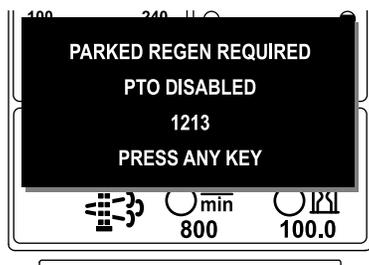

図 48
- 時間以内に駐車再生を行わないと、インフォセンターに駐車再生要求が表示され、PTO が無効化され、アドバイス No.1213 が表示されます 図 48。